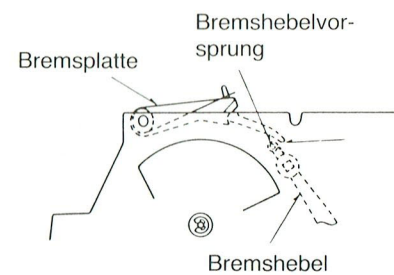

Abb. 4
- Der Bremshebelvorsprung des Liftfußes muß innerhalb der Bremsplatte liegen (Abb. 4).